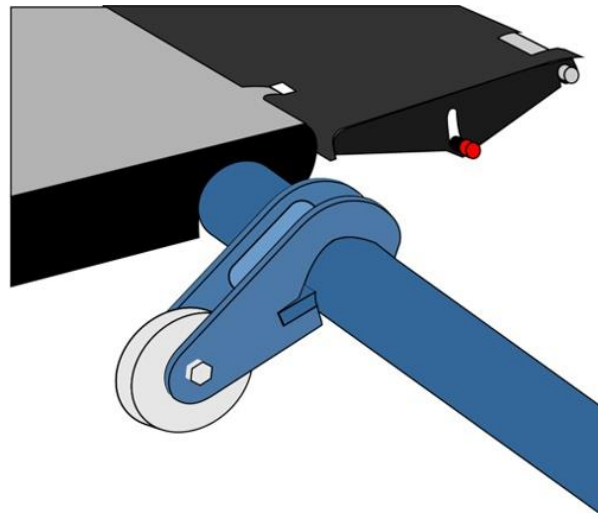

Bild 8.6.2
b) Nachdem Sie die Räder (Mobil-Kit I) an der hinteren Traverse angebracht haben (Bild 8.6.2), senken Sie die Hebebühne wieder ab. Kurz bevor sich die Hebebühne ihrer tiefsten Position nähert, berühren die Räder den Boden und beginnen das hintere Ende der Hebebühne anzuheben.